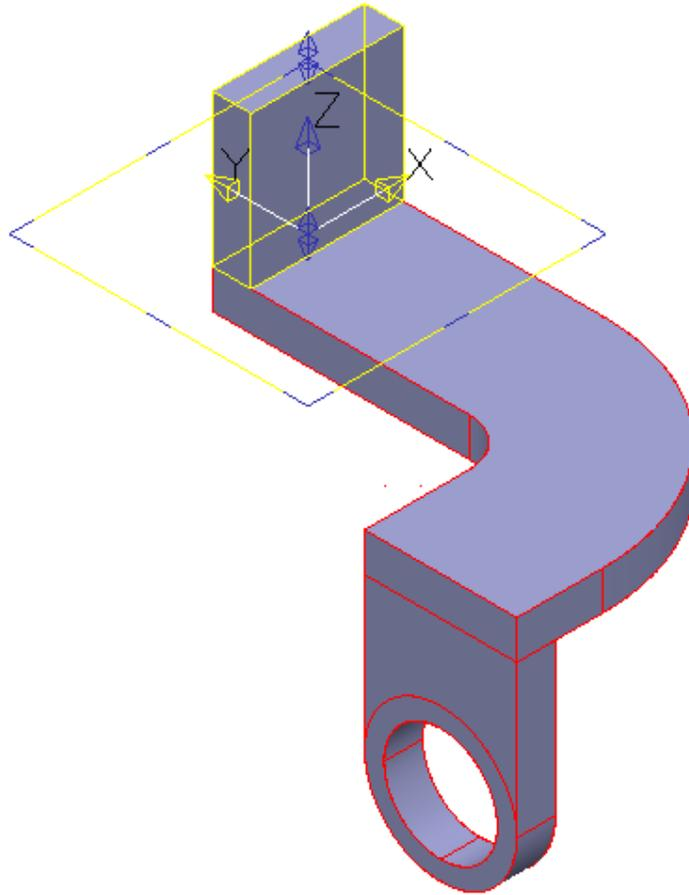

Figura 2.99 Pestaña superior.
- Hacer doble clic sobre el sólido creado para abrir el cuadro de diálogo Extrusión, modificar el parámetro Longitud a 51 y hacer clic en Aceptar del formulario Extrusión (Figura 2.99).